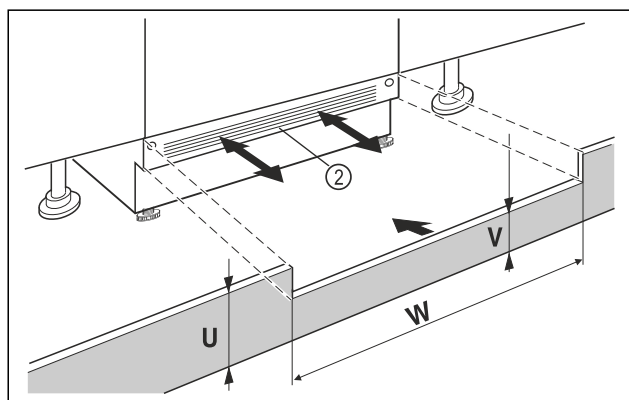

Fig. 12 Représentation à titre d'exemple
- Mettre le panneau de socle de l'appareil Fig. 12 (2) en place sans le fixer.
- Si le panneau de socle est visible Fig. 12 (2), le tirer vers l'avant de sorte à aligner l'avant de la grille d'aération et du panneau de socle du meuble.
- Si le panneau de socle est dissimulé Fig. 12 (2), le pousser entièrement vers l'arrière.
- Veiller à ce que les fentes d'aération soient complètement dégagées : si nécessaire, couper le panneau de socle du meuble Fig. 12 (U) en hauteur !
- Ajuster la hauteur de la traverse Fig. 12 (V) sous le panneau de socle de l'appareil Fig. 12 (2) sur la largeur de la niche Fig. 12 (W).